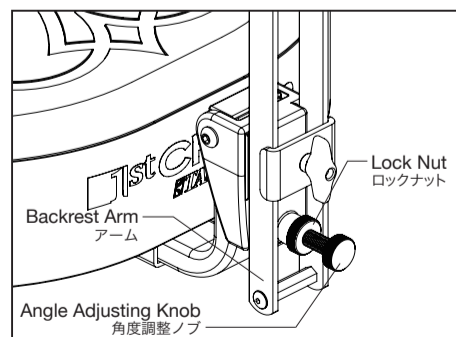

Fig.11 (図11)
5. Attach the Backrest arms to the base unit. Now turn the arm retainer 90 degrees as shown in Fig.11. Tighten the T-nut (D) to lock the arm in position.
5. バックレストのアーム部をベース部の溝に当てがい、アームを挟むようにアーム押えを90度回転させた後、Tナット(D)を締めて固定します(図11)。
### Angle Adjustment (Fig.11)
### 角度調整方法 (図11)